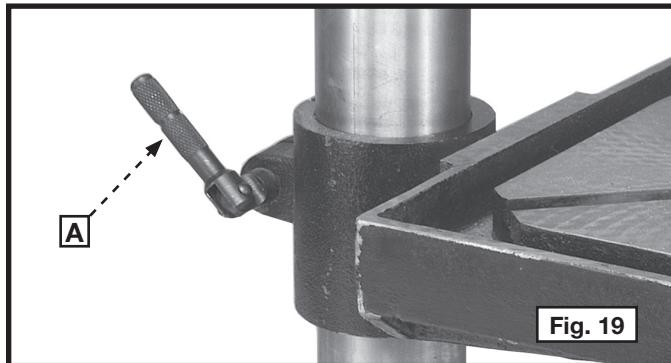
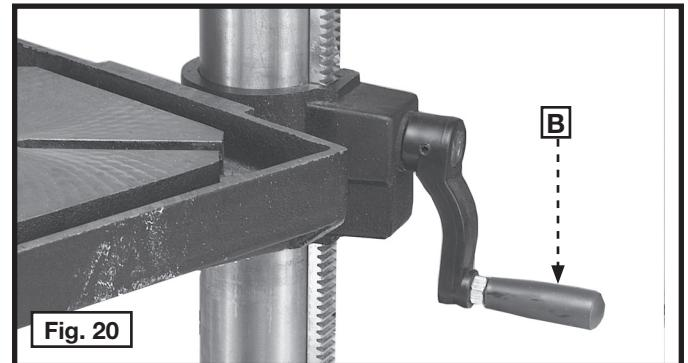

Fig. 19
Fig. 20
1. Abaisser ou relever la table en desserrant la bride de fixation de la table (A), fig. 19, et en tournant la poignée de réglage de la table (B), fig. 20. Une fois la table à la hauteur souhaitée, serrer la bride de fixation (A), fig. 19.
2. Il est possible de faire tourner la table sur la colonne selon un angle de 360 degrés, en desserrant la bride de fixation (A), fig. 19, et en faisant tourner la table à la position recherchée. Serrer la bride de fixation (A).